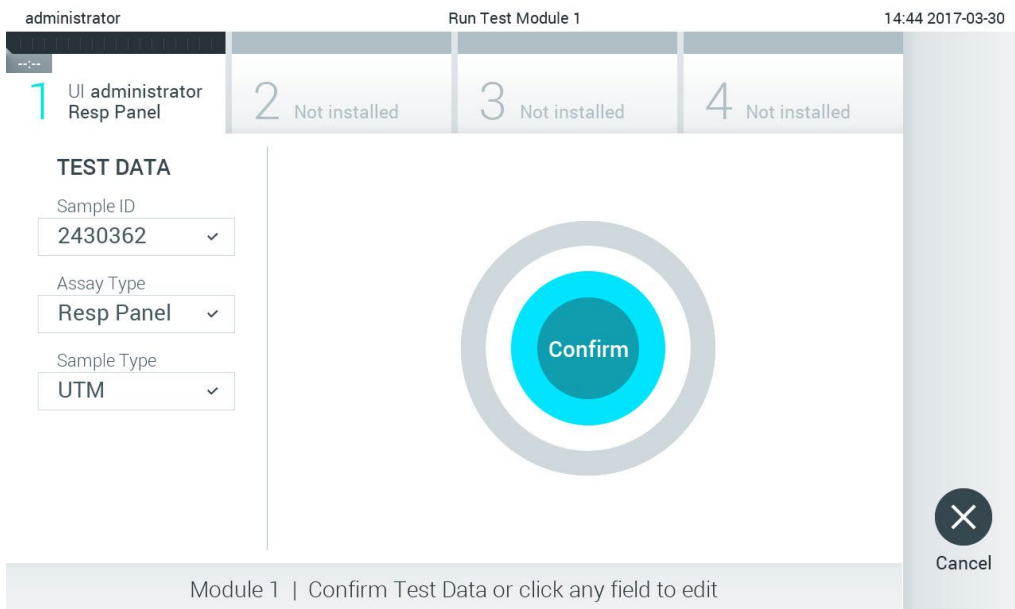

图 26. Confirm（确认）屏幕。
5. 将出现 **Confirm**（确认）屏幕。检查输入的数据并通过在触摸屏上按下相关字段，然后编辑信息来进行必需的更改（图 26）。